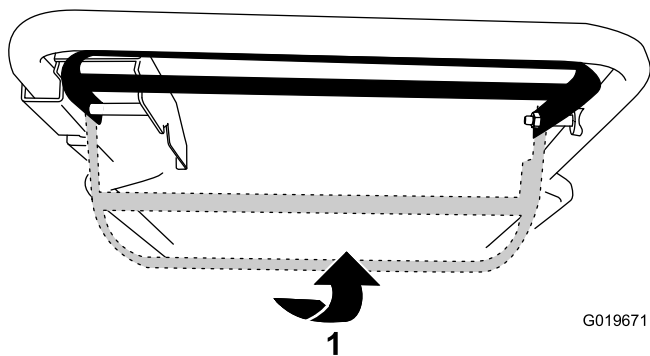

Figura 14
- **Para activar la autopropulsión sin activar la cuchilla:** Levante la barra de control de la cuchilla hasta el manillar (**Figura 14**).